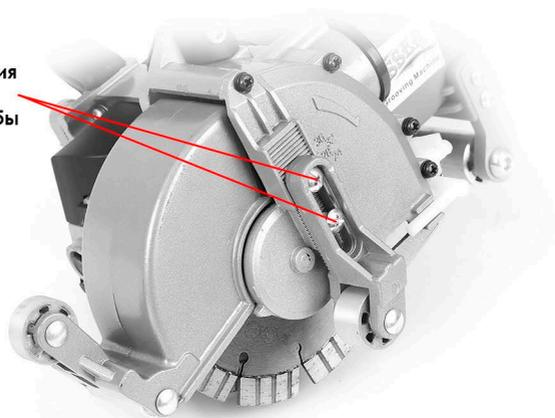

Рис.4
6. Ослабив с двух сторон винты крепления регуляторов глубины штробы, выставьте требуемую глубину штробы, зафиксируйте её. Двусторонняя регулировка глубины штробы позволяют установить 36, 32, 28 и 24 мм. глубину штробы. (Рис. 4) Штроборез готов к работе.